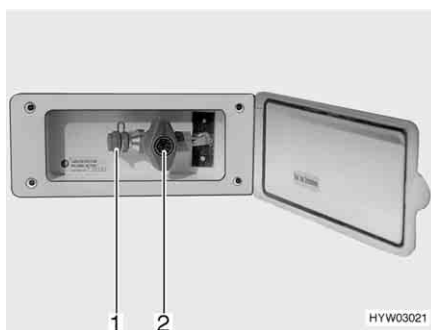

Fig. 75 Presa gas esterna, rubinetto di arresto del gas chiuso
La presa gas esterna si trova (Fig. 75) sul lato anteriore destro vicino al vano portabombole.
- Collegare l'apparecchio a gas esterno all'attacco (Fig. 75,1).
- Aprire il rubinetto di arresto del gas (Fig. 75,2).